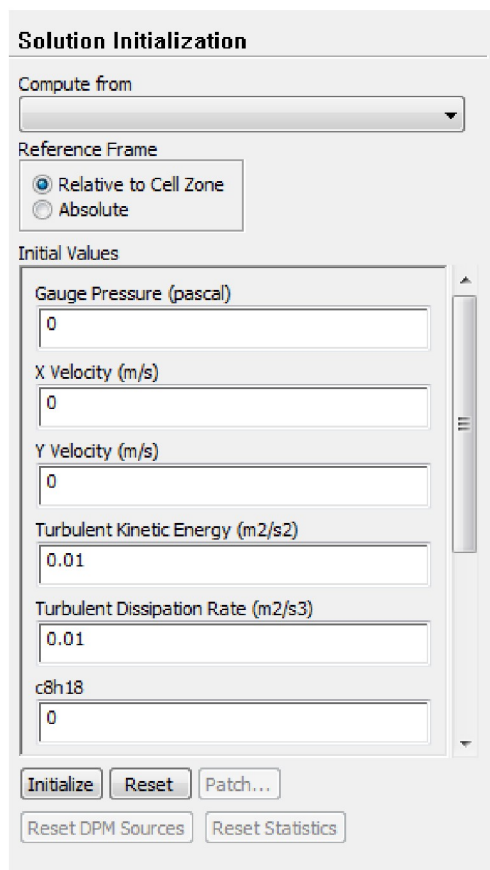

Рисунок 2.31 – Меню инициализации решателя
2. Затем следует установить параметры начальных условий для области потока с помощью процесса инициализации процесса решения (рисунок 2.31):